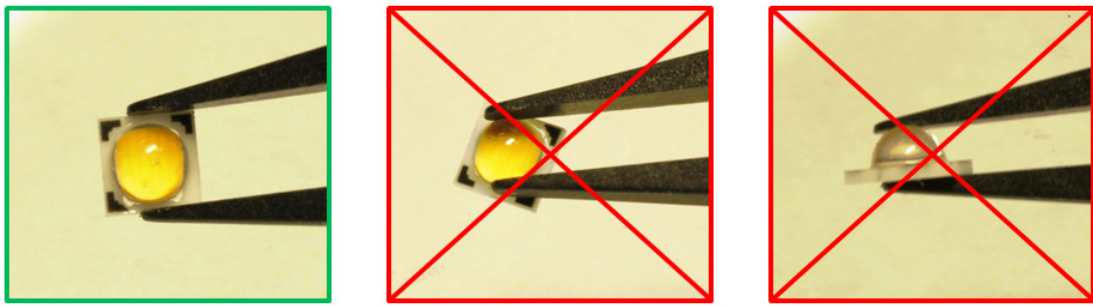

图3. LUXEON H发光二极管的几种操作方式，左图为正确的，中间和右图是不正确的。
LUXEON发光二极管的设计独特，可靠性更好，光输出更高。然而，不正确的处理方法会导致器件的硅胶圆顶受到破坏并影响了器件的综合性能和可靠性。为了减小这种破坏程度，LUXEON发光二极管只能从陶瓷框架的侧面拾起（图3）。
4. 用镊子将LUXEON发光二极管从外沿白色陶瓷框架上拾起（图3）。